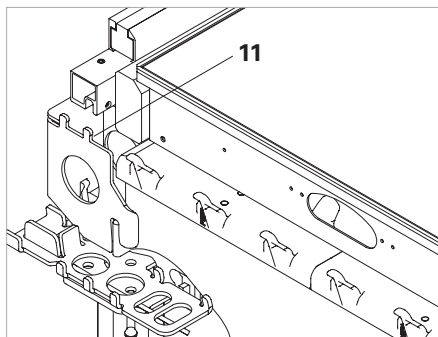

Fig. A5.14
- Appoggio frontale SSL (11). (Fig. A5.14)
- se viene utilizzato l'appoggio frontale (Fig. A5.14)